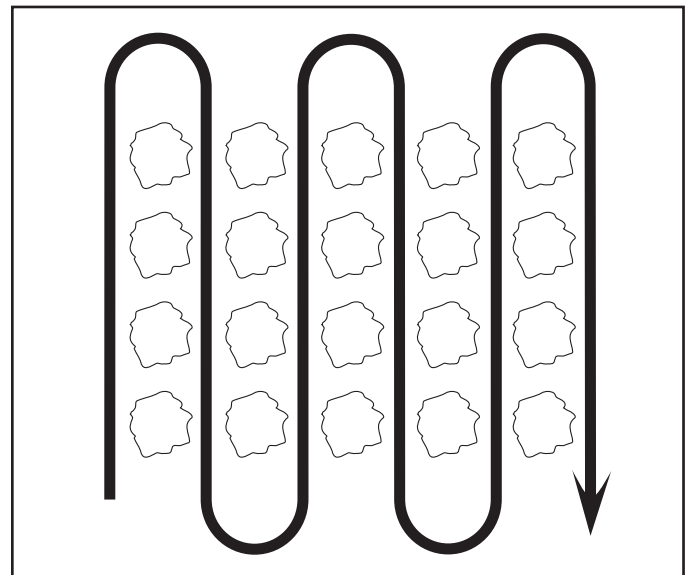

Fig. 10
- Cultivez le long des rangs à une vitesse qui permettra aux fraises de déraciner les mauvaises herbes et de laisser la terre à l'état brut pour que les mauvaises herbes n'y repoussent plus (Voir la Fig. 10).